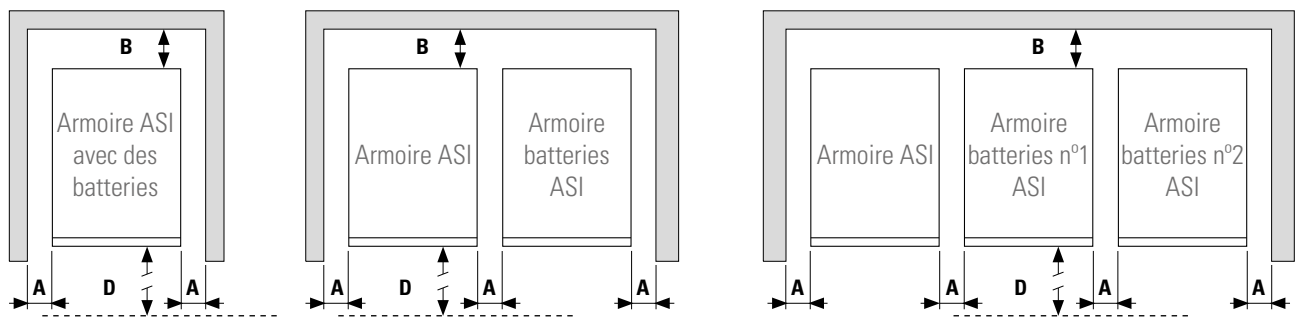

Fig. 14. Cotes périphériques minimales pour l'aération de l'ASI.
- Dans la Fig. 14 est montrée, à titre d'exemple, des cas typiques en fonction du modèle. Dont il est composé d'une seule boîte (ASI avec les batteries à son intérieur), et celui de l'ASI avec les batteries dans une armoire indépendante ou des autonomies étendus.